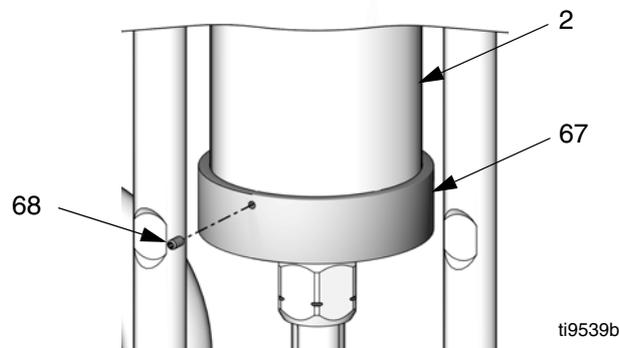

ABB. 8. Kollektor anbringen
4. Den Motor im Tippbetrieb laufen lassen, damit sich der Schieberkolben (9) zum unteren Totpunkt bewegt und die Kupplungsmutter (14) wieder angebracht werden kann.
5. Vergewissern Sie sich, dass die Klemmringe (13) sich in ihrer Position an der Kupplungsmutter (14) befinden.
6. Einen 3/4-Zoll-Schlüssel an der Fläche des Schieberkolbens (9) anlegen, damit sich der Schieberkolben beim Anziehen der Kupplungsmutter (14) nicht dreht. Den Schlüssel so ausrichten, dass er an einer der Verbindungsstangen (3) oder am Ständer abgestützt wird. Die Kupplungsmutter (14) auf den Schieberkolben (9) aufsetzen und sie mit einem Anzugsmoment von 102-108 N•m (75-80 ft-lb) festziehen.
7. Siehe ABB. 8. Den Kollektor (67) nach oben auf das untere Ende des Schieberzylinders (2) schieben, bis er sicheren Halt hat. Die drei Feststellschrauben (68) handfest anziehen.